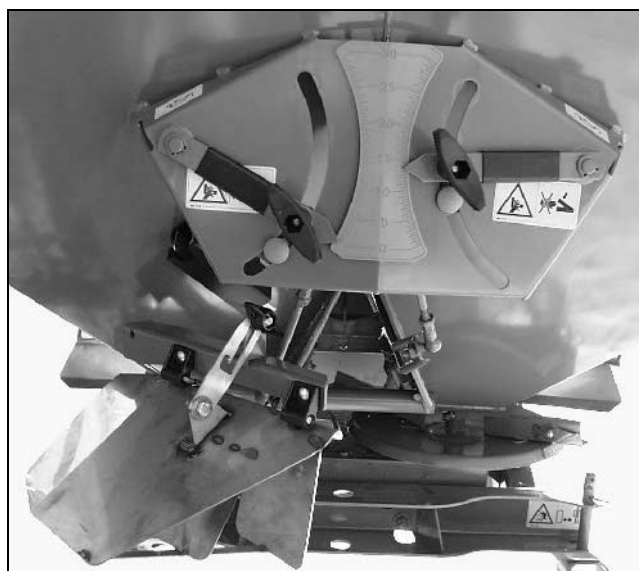

Fig. 38
- linker doseerschuiф (Fig. 38/1) sluiten.
- vleugelmoer (Fig. 38/2) losdraaien.
- kantstrooiplaat (Fig. 38/3) van de opbergstand (Fig. 38/4) in de werkstand (Fig. 38/5) naar beneden klappen.
- vleugelmoer (Fig. 38/2) aandraaien.